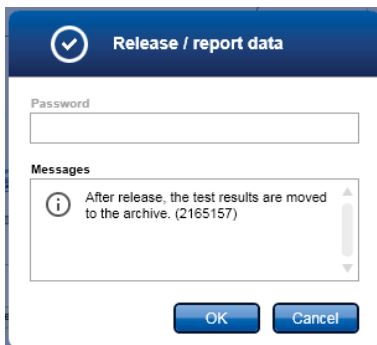

Ilustración 18. Ejemplo de la ventana "Release/report data" (Desbloquear/crear informe de datos).
25. Haga clic en OK (Aceptar) para guardar el experimento en el archivo y crear una salida de LIMS y un informe de la serie (Ilustración 18). Los informes de serie y las exportaciones de LIMS se guardarán en el directorio de informes predeterminado. Puede encontrar el directorio predeterminado en "Default data export directories" (Directorios de exportación de datos predeterminados), en la pestaña "Configuration" (Configuración).